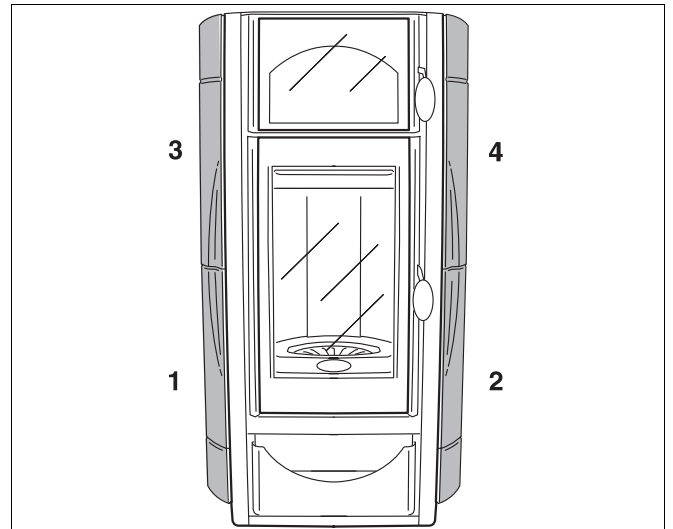
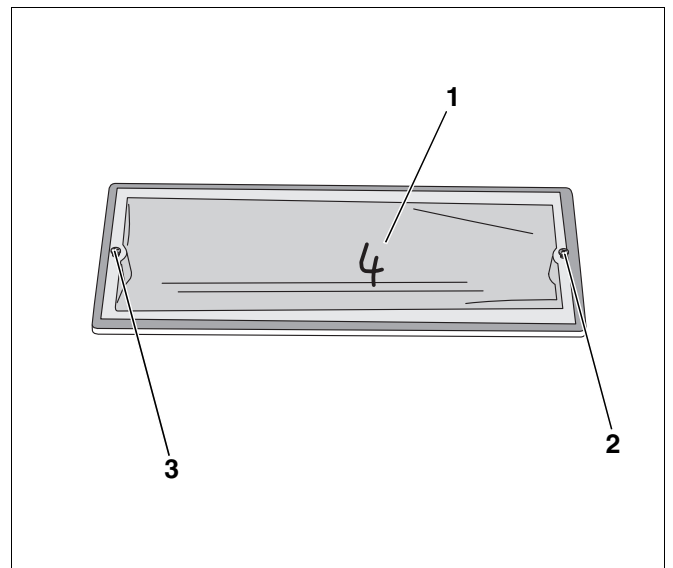

Abb. 15 Positionen der Kacheln (blueline 5)
Abb. 16 Kachelrückseite
- Die Kacheln sind auf der Rückseite nummeriert (Abb. 16, **Pos. 1**). Halten Sie unbedingt die Reihenfolge der Nummerierung ein (Abb. 15).
- Mitgelieferte Schrauben in die Bohrungen auf den Kachelrückseiten (Abb. 16, **Pos. 2 und 3**) eindrehen.